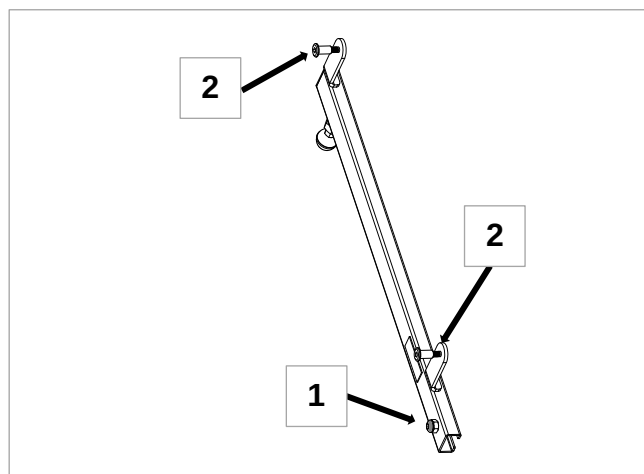

Figure 6.7
7. Avant de monter les supports de rail gauche et droit, retirez les boulons M8 (article 1) et les écrous à épaulement M6 (article 2) des supports (voir Figure 6.7).